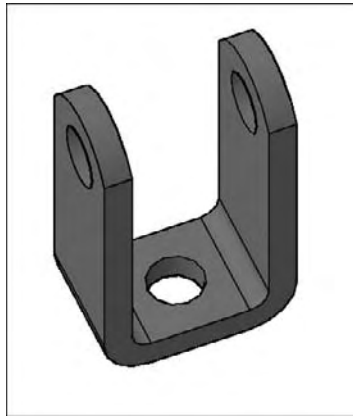

Fig.19.12
- 6 Percez la partie inférieure à l'aide d'un cylindre de rayon 6 cm (fig.19.12).